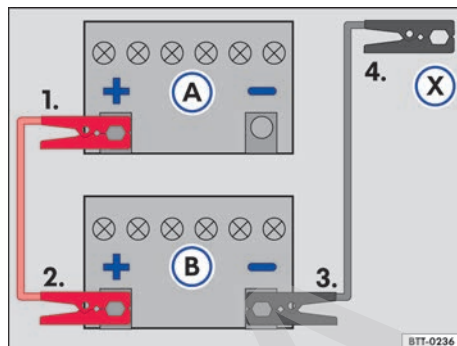

Fig. 180 Esquema para la conexión de los cables auxiliares de arranque: batería del vehículo descargada (A) y batería del vehículo que provee la corriente (B).
Legenda para → fig. 180:
- Conectar una extremidad del cable auxiliar de arranque *rojo* al polo positivo → fig. 180 ⊕ del vehículo con la batería del vehículo descargada (A) → ▲.
- Conectar la otra extremidad del cable auxiliar de arranque *rojo* al polo positivo ⊕ de la batería que brinda corriente (B) al vehículo.
- Conectar un extremo del cable auxiliar de arranque *negro* al polo negativo ⊖ de la batería que brinda corriente (B) al vehículo.
- Conectar la otra extremidad del cable auxiliar de arranque *negro* (X) en el vehículo con la batería del vehículo descargada en una pieza maciza de metal atornillada firmemente al bloque del motor o en el propio bloque del motor - aunque no en las proximidades de la batería (A) → ▲.